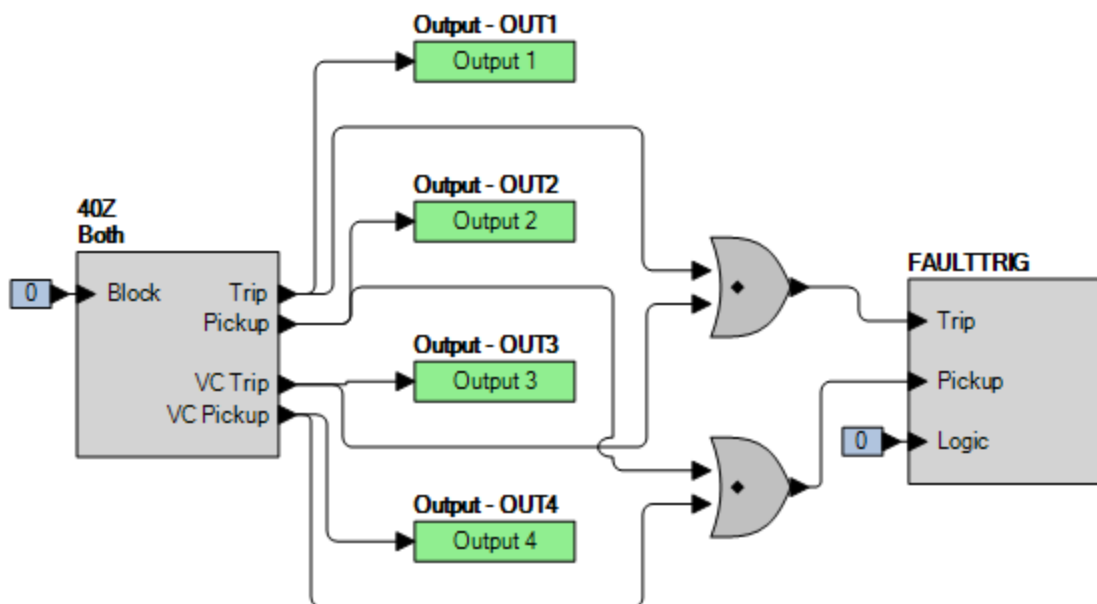

Figure 81-1. Paramètres BESTlogicPlus
Étape 2 : Utilisez BESTCOMSPi^{us} pour configurer la Logique programmable BESTLogicPi^{us} illustrée dans la Figure 81-1.
Étape 3 : Préparez la surveillance de l'exécution de la fonction 40Z. Cette exécution peut être vérifiée en surveillant les sorties OUT2 (enclenchement 40Z) et OUT4 (enclenchement 40Z CT, voir la Figure 81-1).